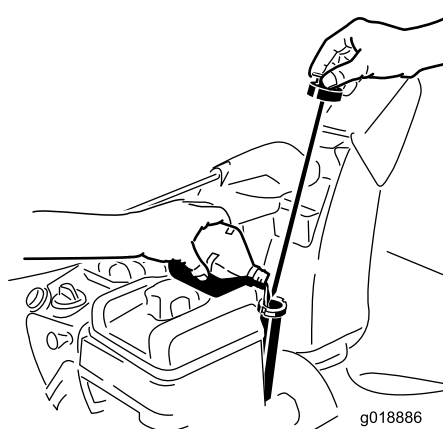

Figura13
1. Scoateți joja de ulei și turnați **încet** ulei în tubul de umplere cu ulei pentru a ridica nivelul uleiului până la marcajul Full (Plin) de pe joja de ulei. **Nu umpleți excesiv** (Figura13). Consultați secțiunea privind verificarea nivelului de ulei din manualul de întreținere.